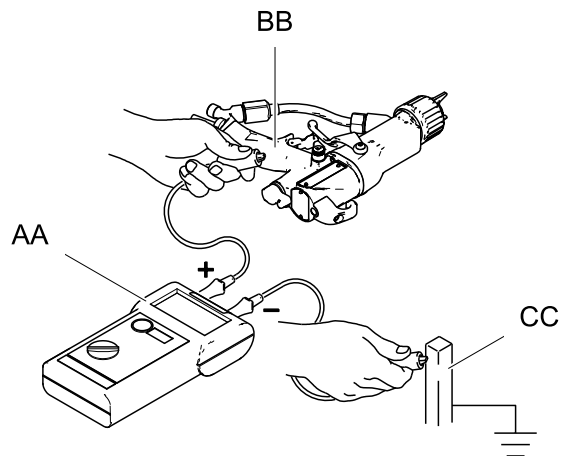

Figure 16 Compruebe la conexión a tierra eléctrica de la pistola
El megóhmetro, n.º de pieza 241079 (AA, consulte la Fig. 16), no ha sido aprobado para ser utilizado en zonas peligrosas. Para reducir el riesgo de que se produzcan chispas, no utilice el megóhmetro para comprobar la conexión a tierra eléctrica a menos que:
2. Coloque el interruptor de encendido/apagado ES en posición de apagado (O).
6. Mida la resistencia entre la empuñadura de la pistola (BB) y una verdadera toma a tierra (CC). Utilice un voltaje aplicado de 500 como mínimo hasta 1000 voltios como máximo. La resistencia no debe exceder 1 megaohmio. Consulte la Fig. 16.